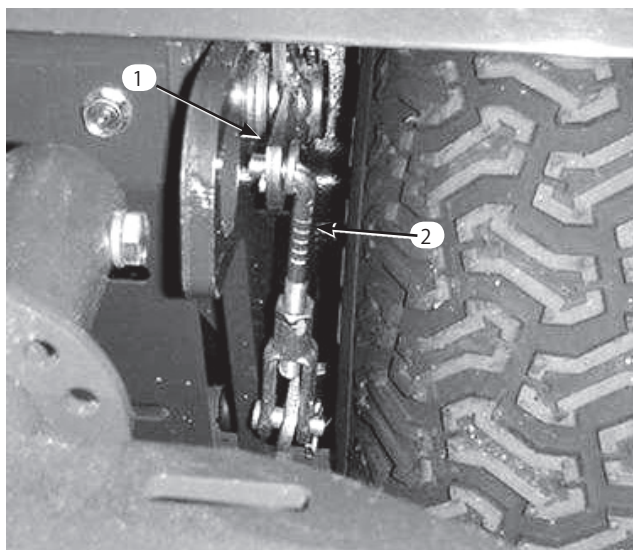

図61
3. クレビスのジャムナットをゆるめ、クレビスの上部を上ブレーキ・レバー (図61) に固定しているコッターピンを外す。クレビスを1回転ずつ回して、レバー間の距離を小さくする。